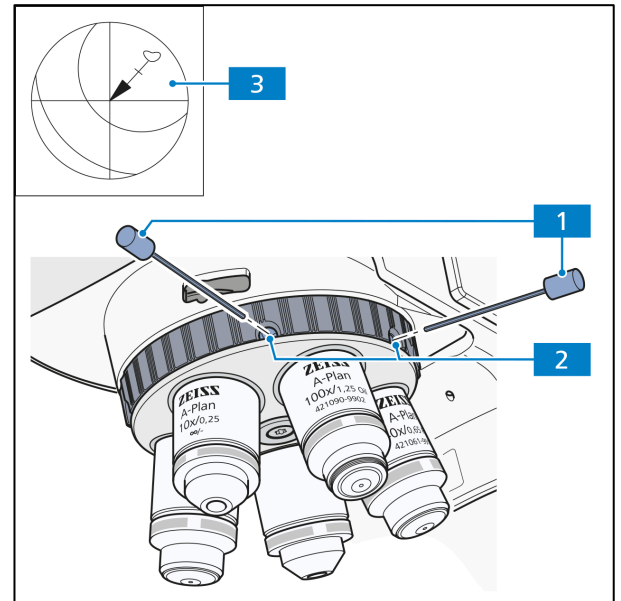

Abb. 3-12 Objektive zentrieren
- Durch Drehen des Tisches maximale Präparatauslenkung (Abb. 3-12/3, Pfeilanzfang) zum Okularstrichkreuz ermitteln.
- Präparatdetail durch Verstellen der beiden Zentrierschrauben am Tischträger (Abb. 3-12/2) mit je einem Innensechskantschlüssel SW 1,5 (Abb. 3-12/1) um die halbe Pfeillänge in Richtung Strichkreuzmitte verschieben. Kontrollieren, ob bei erneuter Tischdrehung Präparatdetail auswandert, ggf. Zentriervorgang wiederholen.